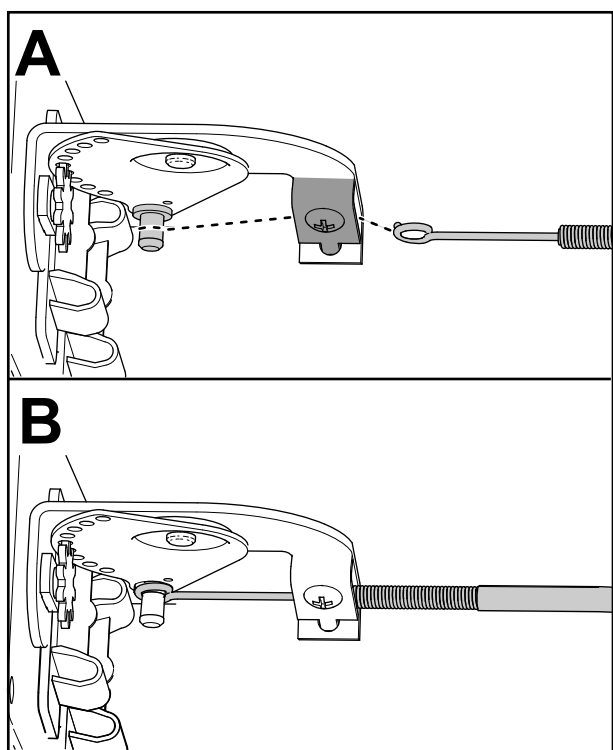

Figura 8
8. Certifique-se de que o interruptor do aquecedor está na posição média e ligue uma extremidade do cabo de controle à parte de trás do interruptor do aquecedor (**Figura 8**).